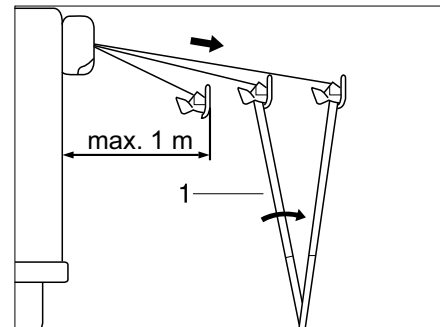

Fig. 41 Mettre en place le store extérieur
- Déployer les pieds d'appui (Fig. 41,1) et les poser sur le sol.